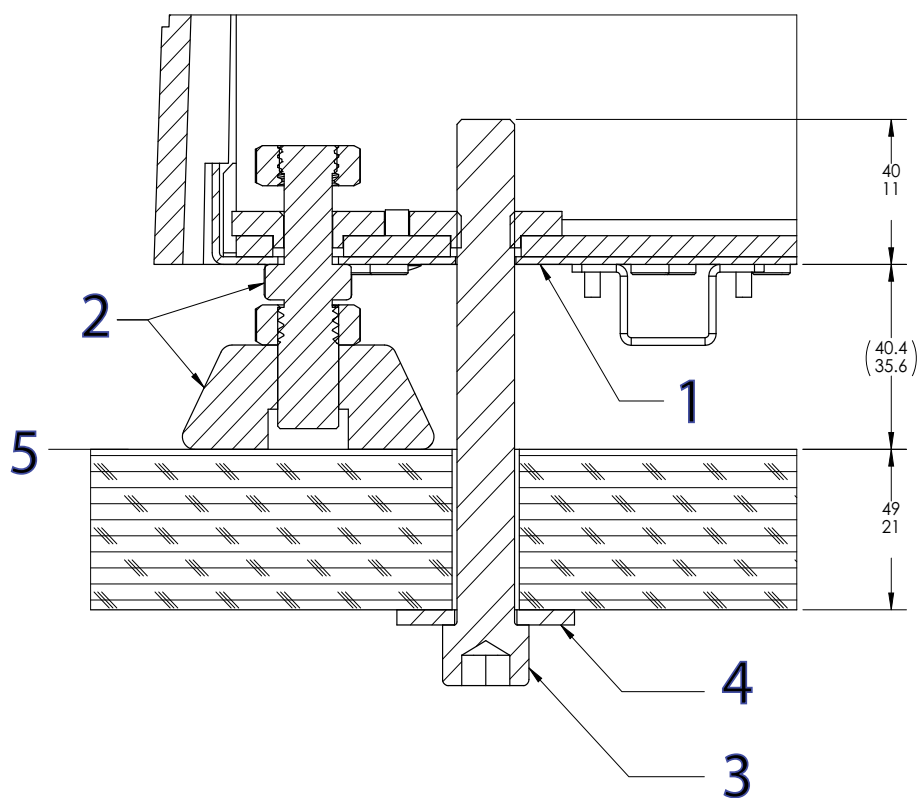

図 13. フレームをテーブルに固定します。
説明 図 13
3. 62 ページの図 13 に示すように、各ボルトと特大ワッシャーを取り付けます。